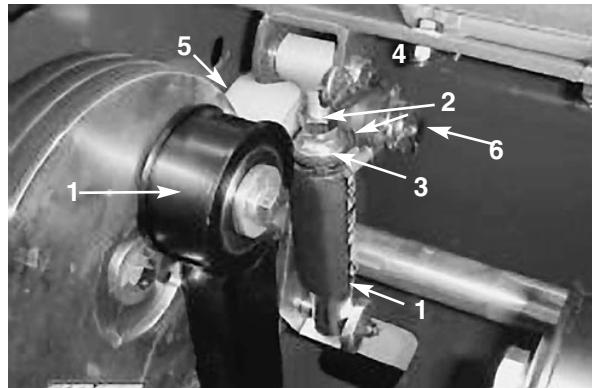

Bild 31
1. Lockern Sie die Klemmmutter, mit der das Spannscheibenrohr am Spannarm befestigt wird (Bild 31).
2. Drehen Sie den Sechskant an der Oberseite des Spannscheibenrohrs, bis die Feder schlaff ist (Bild 31).
- 3.** Entfernen Sie den Splint und den Spannscheibenstift, mit denen die Oberseite der Federgruppe am Rahmen befestigt wird (Bild 31).
- 4.** Entfernen Sie den Splint, mit dem die Spannscheibengruppe an der -welle befestigt wird (Bild 31). Ziehen Sie die Spannscheibengruppe von der -welle ab.
- 5.** Entfernen Sie die Schraube, Sicherungsscheibe und Scheibe, mit denen die Oberseite des Zinkenarms an der Spannscheibe befestigt wird (Bild 31).